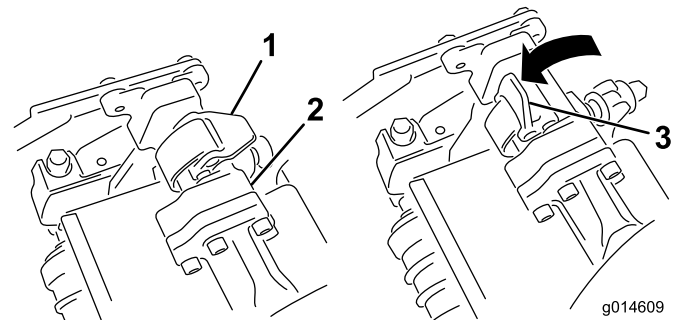
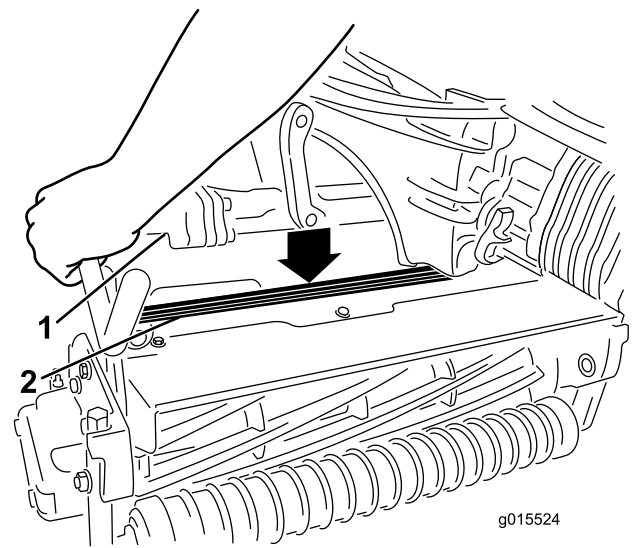

图35
图36
4. 当悬挂臂架上的闭锁指向上方（即打开）时（图35），向下压悬挂臂，使悬挂臂架与滚刀组上方的支架相契合（图36）。
5. 向下并绕着滚刀组架关闭闭锁，将它们锁定到位（图35）。
5. 打开您正在拆下的滚刀组悬挂臂上的闩锁（图35）。